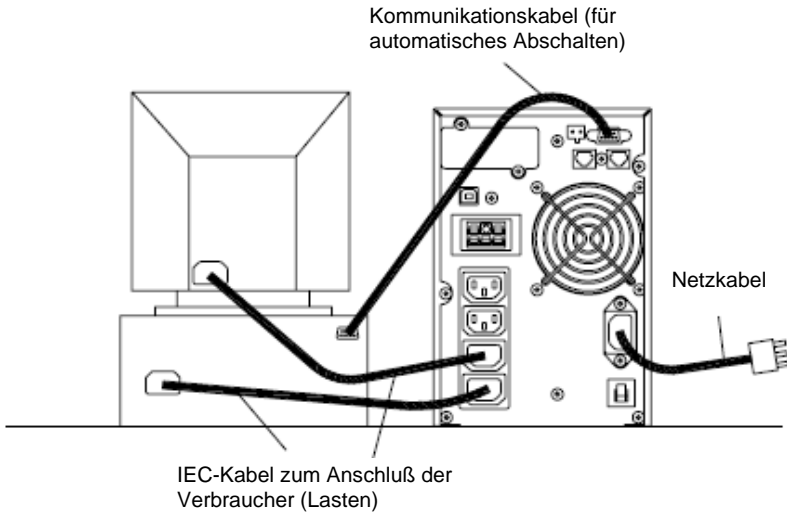

Bild 3: Beispiel der Installation von Plug & Play Produkten
- Nach dem Aufladen, schließen Sie die Lasten an die USV an (siehe das Beispiel in Bild 3).